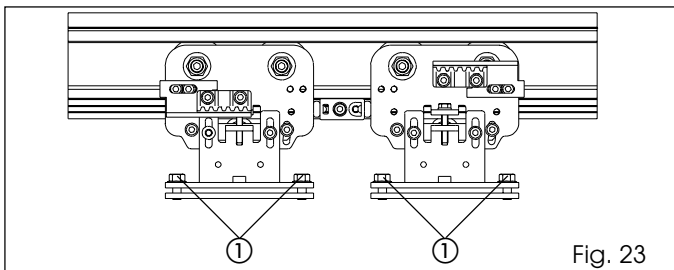

Fig. 23
Le porte serie 940 SMT vengono fornite con i carrelli a battuta in corrispondenza del bordo di chiusura (fig. 23). Nel caso fosse necessario regolare il centro della porta, agire come segue:
- Allentare le viti di fissaggio (fig. 23 rif. ①) del carrello interessato. Avvicinare il carrello alla battuta fino ad ottenere il contatto tra i due.